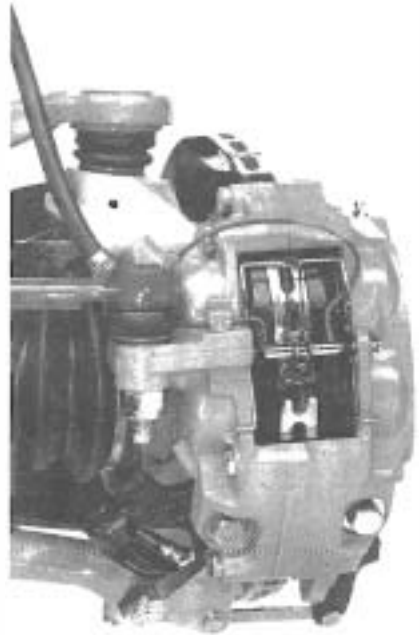

Figure 8.12 • Frein à étrier fixe (photo Jeanbor © Photeb).
- à étrier fixe (figures 8.12 et 8.13).
■ Quels sont les éléments constitutifs des freins à étrier fixe (figures 8.12 et 8.13) ?